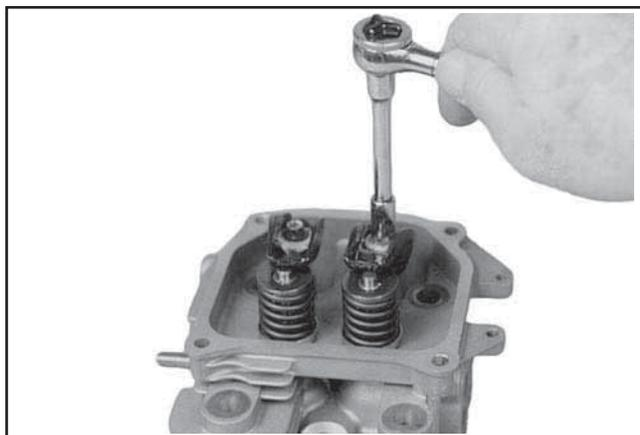

Figure 9-56. Enlèvement des culbuteurs.
1. Enlever les deux vis hexagonales à embase, les goujons des culbuteurs et les culbuteurs de la culasse. Voir la Figure 9-56.